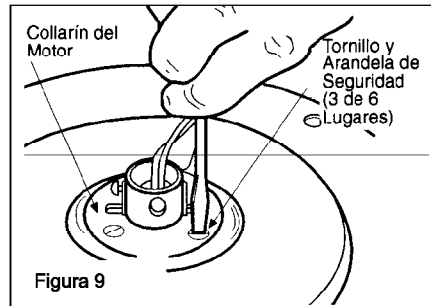

Figura 9
4. Remover tres de los seis tornillos y arandelas de seguridad (uno por medio) asegurando el refuerzo a la parte superior de la cubierta del motor (Figura 9).